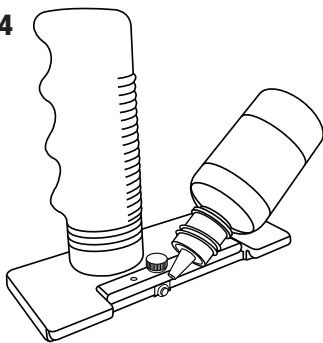

Fig. 45
6. Fixez le cutter à verre sur le rail de guidage, hors du verre. Tirez le cutter jusqu'à ce que la molette touche le verre (**Fig. 45**).